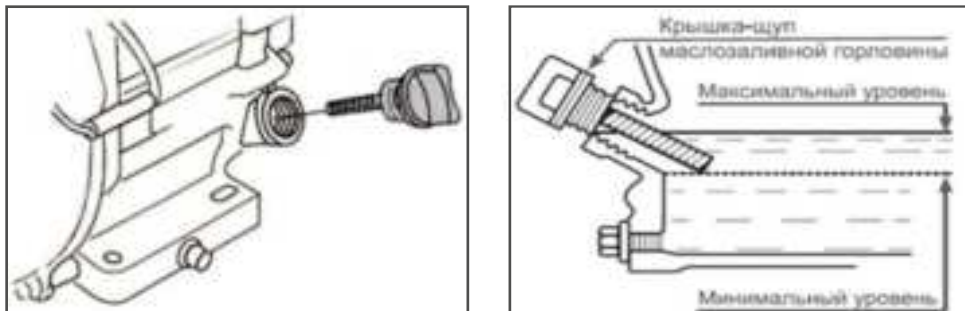

Рис. 11
- Отверните крышку маслосливной горловины (Рис. 11) из картера двигателя, достаньте щуп.
ВНИМАНИЕ! Максимальный уровень масла в картере соответствует нижней кромке заливного отверстия (Рис. 11)
3. Залейте бензин в топливный бак при помощи специальной емкости или воронки до уровня, показанного на Рис. 11